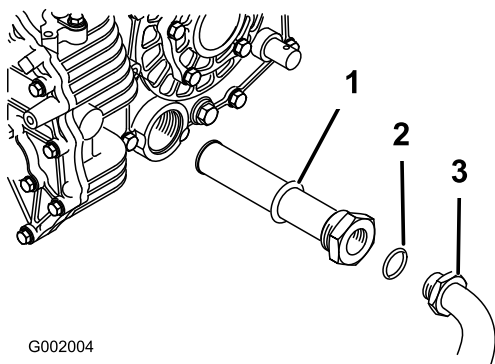

Figura 56
5. Retire el tubo hidráulico y el codo de 90° (Figura 56).